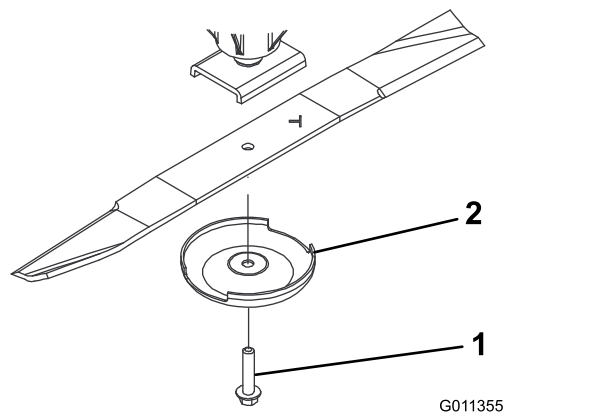

Figure 75
3. Enlevez le boulon, la coupelle de protection et la lame de l'axe de pivot (Figure 75).